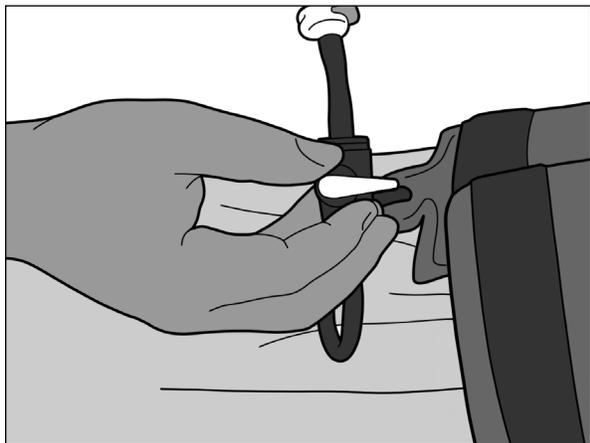

図20
1. シャットオフバルブがチューブに対して垂直であることを確認します (図20)。